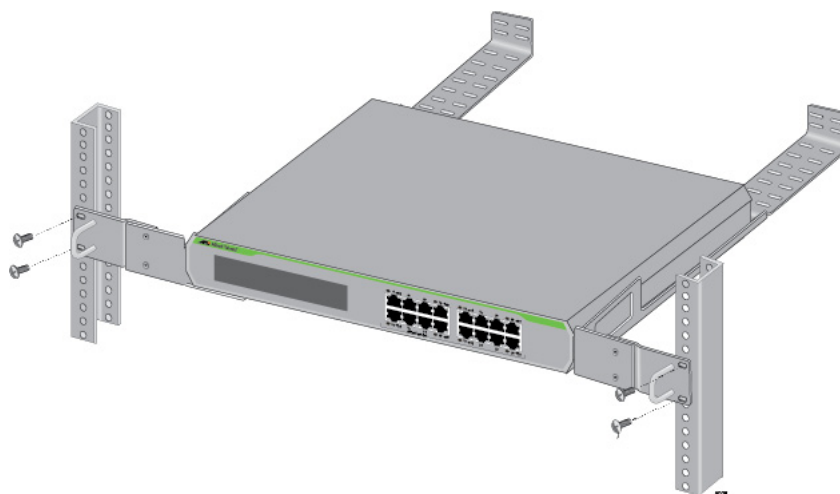

Рисунок 39. Установка коммутатора в стойку для оборудования
- Установите коммутатор в стандартную 19-дюймовую стойку для оборудования, закрепив его четырьмя винтами, как это показано на рис. 39.